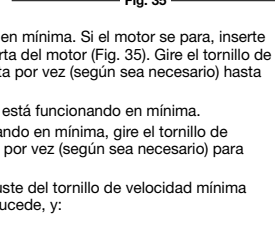

Fig. 36
- Quite los dos (6) Tornillos de encima de la tapa del motor con un destornillador de pala o Torx #25 (Fig. 36).
- Saque la cubierta del motor (Fig. 36).